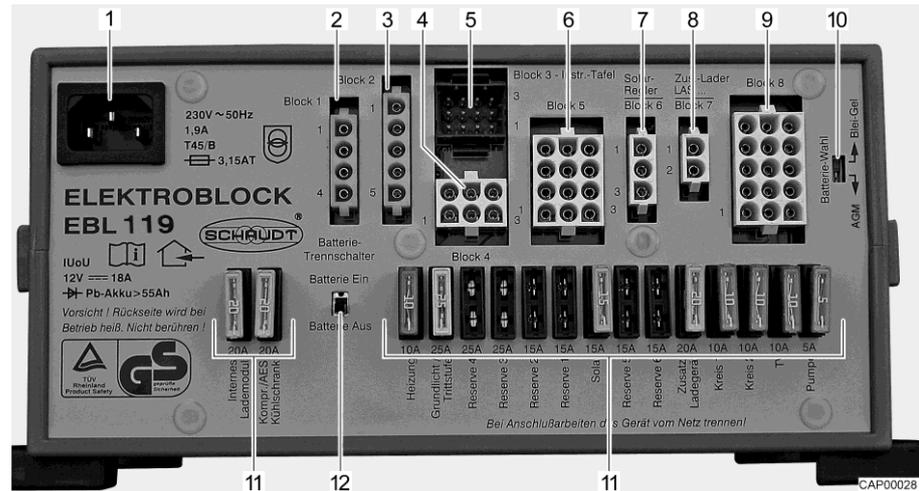

Fig. 190 Centralina elettrica (EBL 119, ad esempio)
- ▷ Le centraline elettriche EBL 99 ed EBL 119 sono uguali, eccetto per l'interruttore selezione batteria (Fig. 190,10).